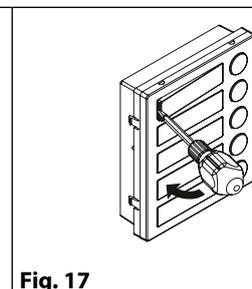

Fig. 17
- Fare leva con il cacciavite come mostrato in Fig. 17 per rimuovere il porta-cartellino (fare attenzione a non ammaccare la placca);